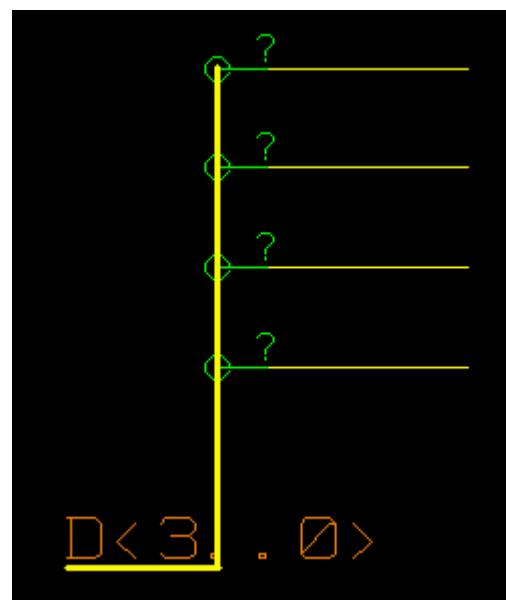

图 3.11
*Bus Tap：用来指明某根单线在总线中的位置。例：有一条总线 D<3..0>，要将 4 条单线从中分出。选 Wire 菜单->Bus Tap，分别在总线上引出 4 根线后，如图 3.11，每条线上均有一个“？”，“？”是用来添加 BN